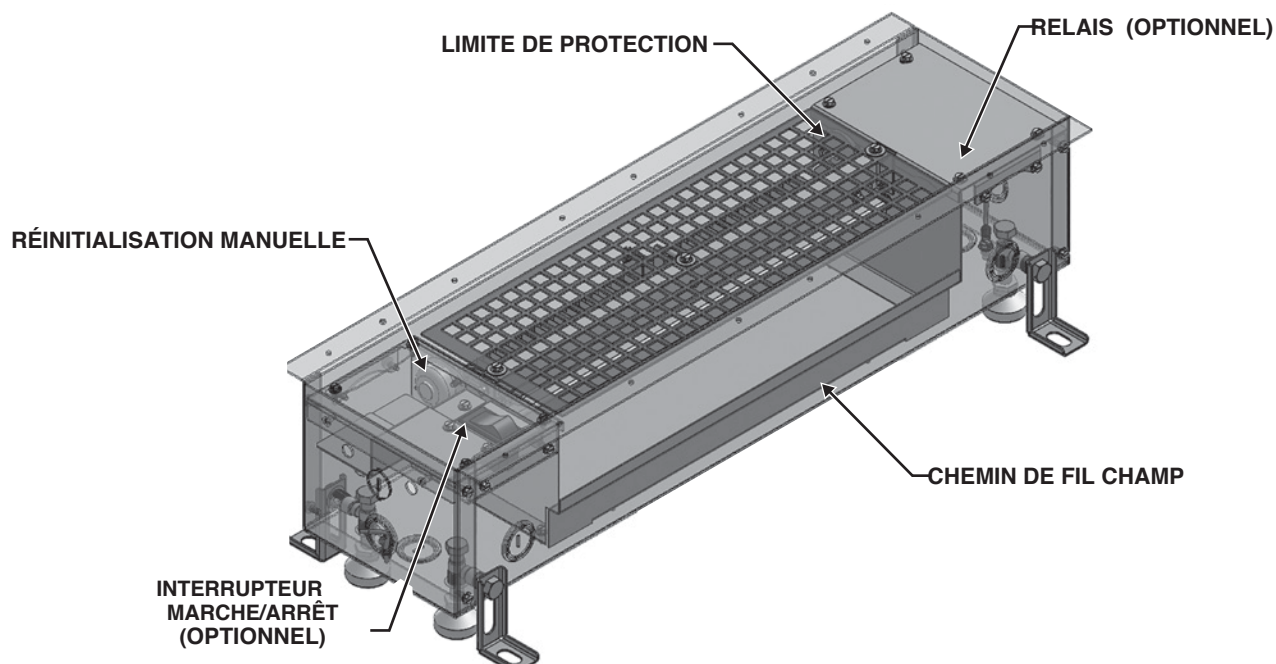

Figure 11A : Composants du produit
8. Retirez le couvercle de construction et les couvercles de boîte de jonction du chauffage et retirez les pré-perforés électriques appropriés. **Note:** Il est suggéré d'introduire le câblage d'alimentation à travers la boîte de jonction de réinitialisation manuelle (l'étiquette se trouve sur le couvercle). Si cela n'est pas possible, il y a un chemin de câble en face de l'élément dans la boîte de chauffage. Le fil d'alimentation peut être alimenté à partir de la boîte de jonction opposée par le chemin de fil. Voir figure 11A.
8. Retirez le couvercle de construction et les couvercles de boîte de jonction du chauffage et retirez les pré-perforés électriques appropriés. **Note**: Il est suggéré d'introduire le câblage d'alimentation à travers la boîte de jonction de réinitialisation manuelle (l'étiquette se trouve sur le couvercle). Si cela n'est pas possible, il y a un chemin de câble en face de l'élément dans la boîte de chauffage. Le fil d'alimentation peut être alimenté à partir de la boîte de jonction opposée par le chemin de fil. Voir figure 11A.
8. Retirez le couvercle de construction et les couvercles de boîte de jonction du chauffage et retirez les pré-perforés électriques appropriés. **Note** : Il est suggéré d'introduire le câblage d'alimentation à travers la boîte de jonction de réinitialisation manuelle (l'étiquette se trouve sur le couvercle). Si cela n'est pas possible, il y a un chemin de câble en face de l'élément dans la boîte de chauffage. Le fil d'alimentation peut être alimenté à partir de la boîte de jonction opposée par le chemin de fil. Voir figure 11A.
8. Retirez le couvercle de construction et les couvercles de boîte de jonction du chauffage et retirez les pré-perforés électriques appropriés. **Note :** Il est suggéré d'introduire le câblage d'alimentation à travers la boîte de jonction de réinitialisation manuelle (l'étiquette se trouve sur le couvercle). Si cela n'est pas possible, il y a un chemin de câble en face de l'élément dans la boîte de chauffage. Le fil d'alimentation peut être alimenté à partir de la boîte de jonction opposée par le chemin de fil. Voir figure 11A.
6. Retirez le couvercle de construction et les couvercles de boîte de jonction du chauffage et retirez les pré-perforés électriques appropriés. **Note:** Il est suggéré d'introduire le câblage d'alimentation à travers la boîte de jonction de réinitialisation manuelle (l'étiquette se trouve sur le couvercle). Si cela n'est pas possible, il y a un chemin de câble en face de l'élément dans la boîte de chauffage. Le fil d'alimentation peut être alimenté à partir de la boîte de jonction opposée par le chemin de fil. Voir figure 11A.